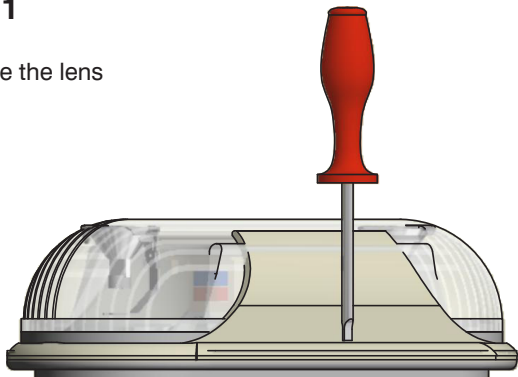

Figure 4
5. Route the conduit to the conduit hub (Figure 4).